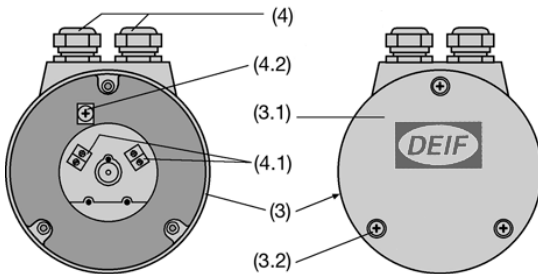

Bild 3
Bei den Varianten mit direkt am Meßumformer angebrachten Schraubklemmen und Stopfbuchsen befinden sich 4 Schraubklemmen (4.1) und 1 Erdungsklemme (4.2) – wie Bild 3 zeigt – im Rückenteil (3). Die Schraubklemmen eignen sich für max. 1,5 mm2 Drahtquerschnitte und sind nach Abnehmen des Deckels (3.1) zugänglich.
Die Leitungsenden passend abisolieren und nach dem jeweils zutreffenden Anschlußplan (Bild 3) an den Klemmen (4.1) und (4.2) anschließen (Fig. 3).
Die 3 Schrauben (3.2) herausschrauben und den Deckel (3.1) abnehmen (Bild 3).